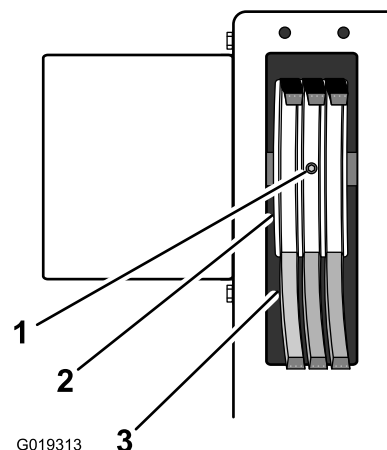

Figure 54
- A. Tirez la poignée du lanceur du moteur jusqu'à ce qu'il soit possible d'accéder au trou de la vis de réglage au centre de la gorge centrale de courroie trapézoïdale de la poulie (Figure 54).
- B. Desserrez la vis de réglage (Figure 54).
- D. Serrez la vis de réglage (Figure 54).